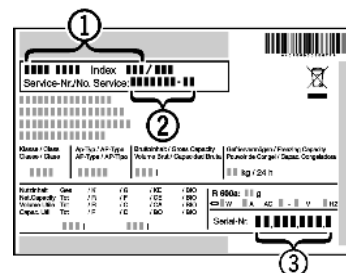

Fig. 43
- ▶ Apparaataanduiding Fig. 43 (1), servicenummer Fig. 43 (2) en serienummer Fig. 43 (3) van het typeplaatje aflezen. Het typeplaatje bevindt zich aan de binnenkant van het apparaat.